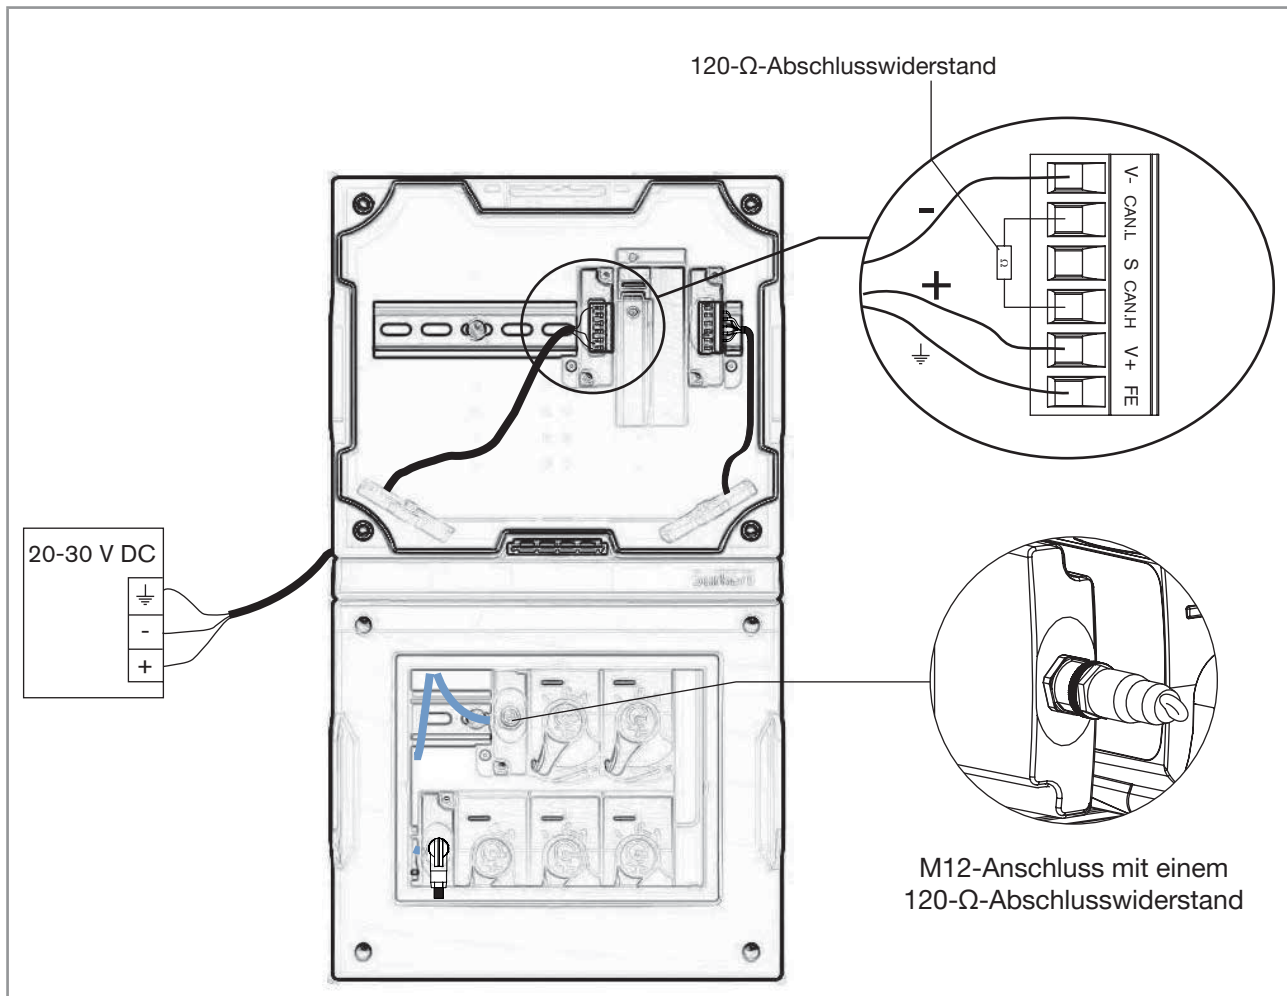

Abb. 17: Anschließen des Systems an die V-DC-Stromversorgung
- Die V-DC-Stromversorgung gemäß Abb. 17, Kapitel 7.6.1 Anschlussbelegung der Klemmleisten, und Kapitel 7.6.2 Pin-Belegung der M12-Anschlüsse anschließen.